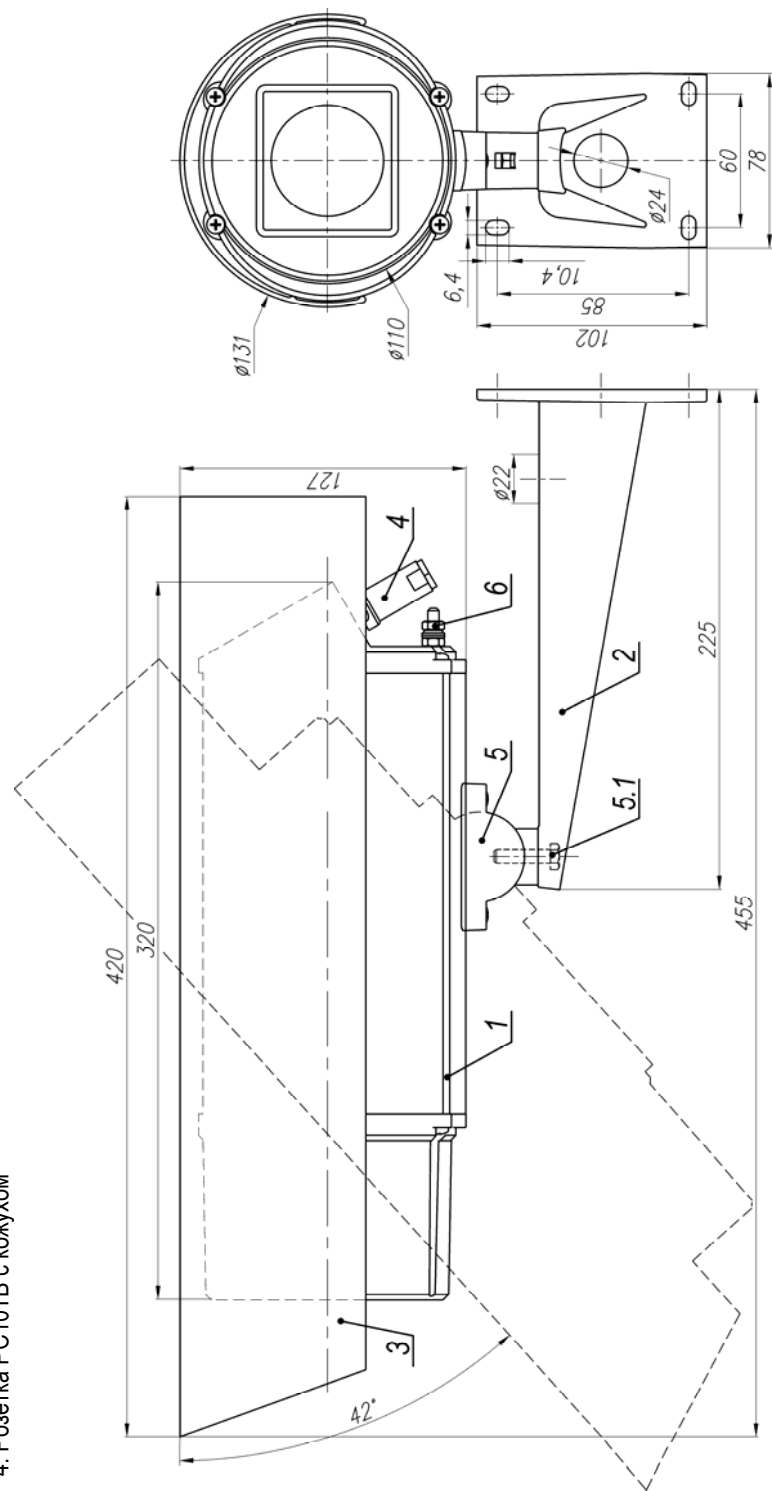

Рис.1 Габаритные и установочные размеры ТВК-93 PoE
9. Габаритные размеры ..... см. рис.1
**Состав изделия:** (см. рис.1)
3. Ослабив болт фиксации шарнира (поз.5.1 рис.1), установить гермобок на нужное направление обзора, после чего надежно зафиксировать шарнир затянув болт.
4. Заземлить гермобок с помощью болта заземления (поз.6 рис.1).